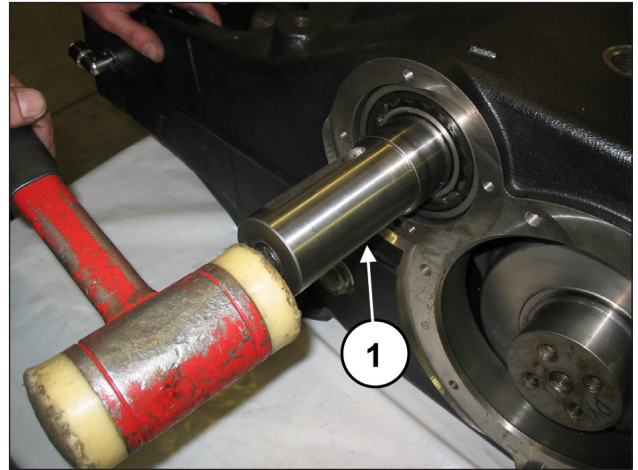
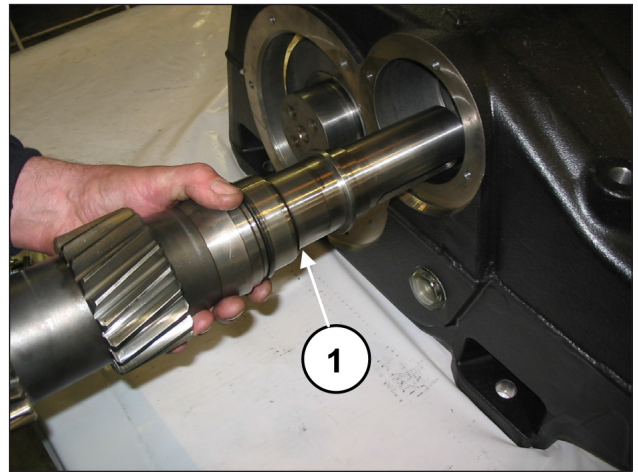

Fig. 31
Fig. 32
Utiliser un outil à inertie (rep. ①, Fig. 31) pour dégager l'arbre PTO d'un des deux côtés (rep. ①, Fig. 32).